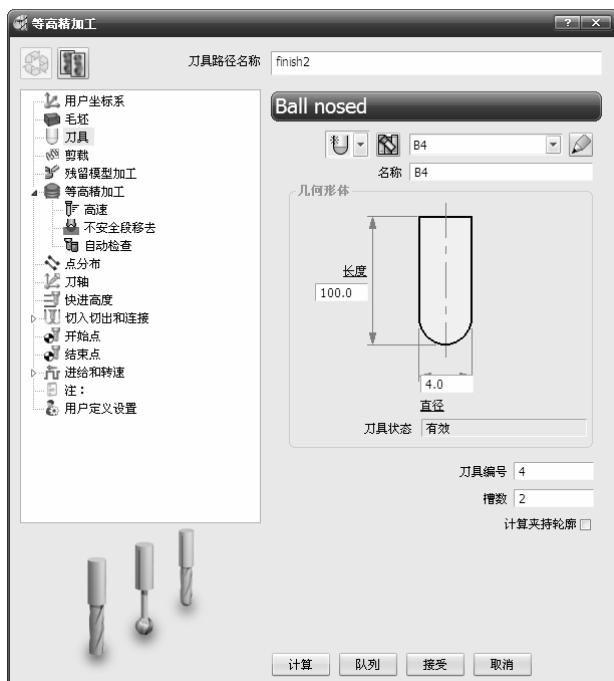

图 3-169 “等高精加工”对话框
2) 在弹出的“等高精加工”对话框中设置相关参数，如图 3-169 所示。